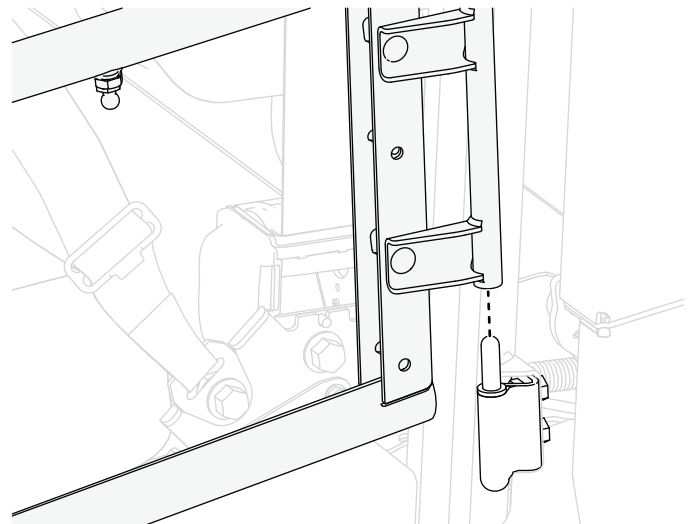

**Bild 7**
1. Befestigen Sie das untere Scharnier mit zwei Schrauben (5/16 x 3/4") lose an der Halterung am ROPS-Rohr, wie in **Bild 7** abgebildet.